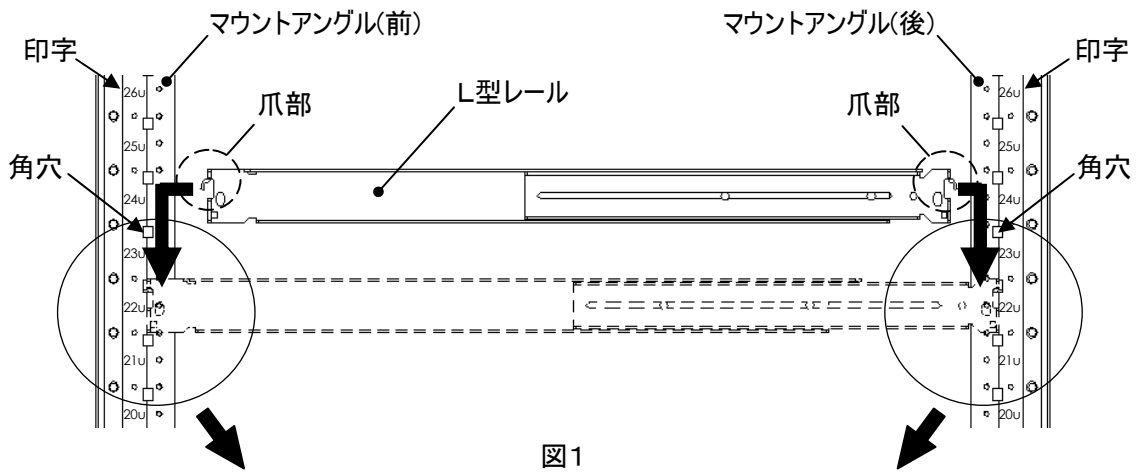

図1
- ・ L型レールの長さを調整して、L型レールの爪部をマウントアングル(前後)の側面にある角穴に引掛けてください。(図1・2)